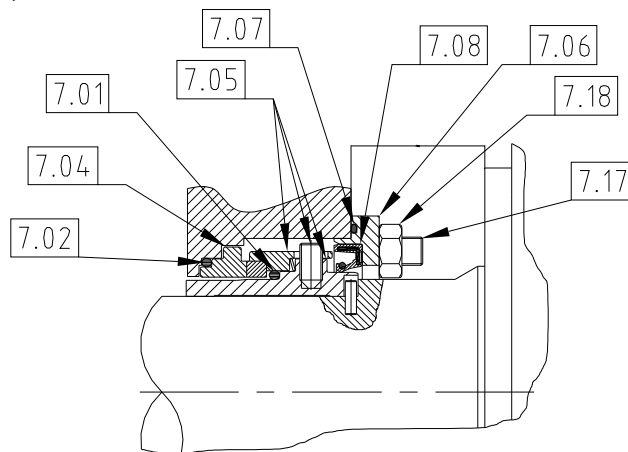

Fig 42 Enkel spolad mekanisk tätning - CP50
- Se Fig 42 för enkel spolad mekanisk tätning för CP50.